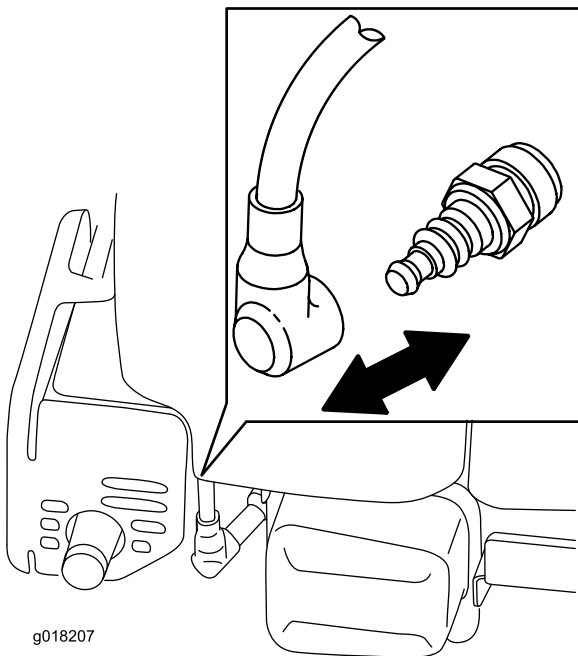

Bild 15
2. Ziehen Sie das Zündkabel von der Zündkerze (**Bild 15**) ab, bevor Sie Wartungsarbeiten ausführen.